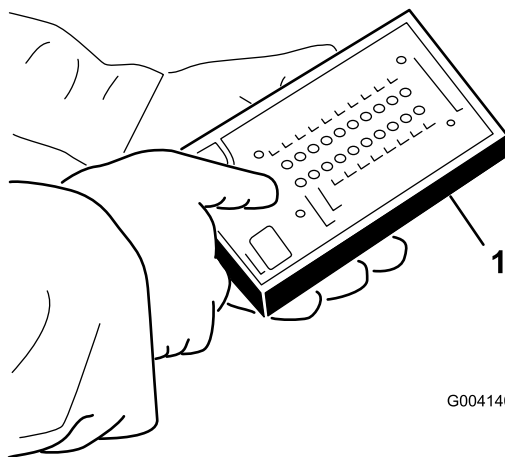

Figure 103
5. Branchez le connecteur de l'outil de diagnostic ACE au connecteur du faisceau de câblage (Figure 103).